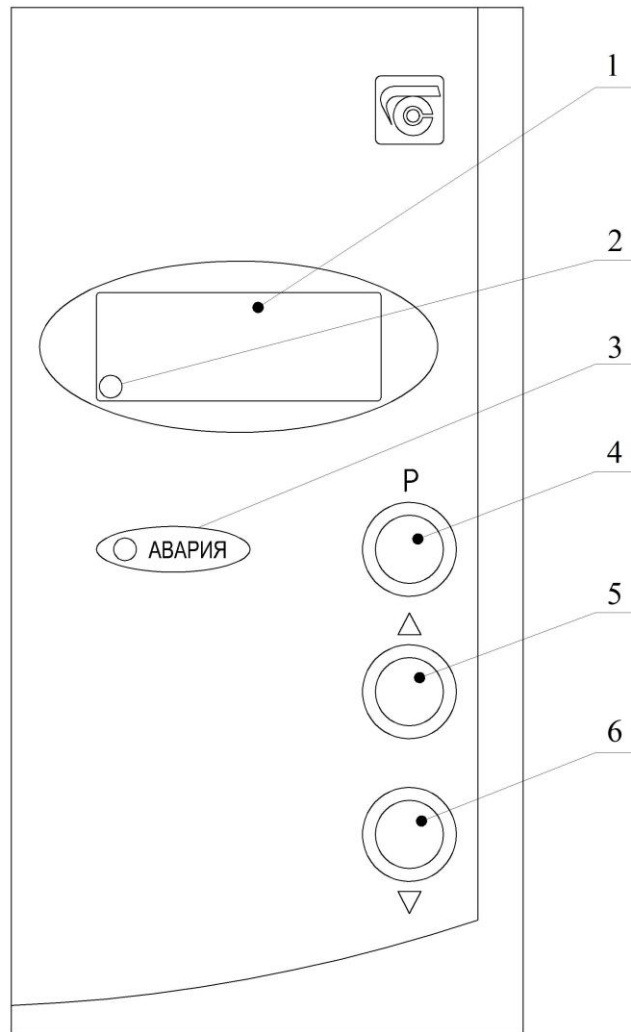

Рис.2.1-Панель управления.
5.3 Включить переключатель «СЕТЬ» (находится на панели под дверью термостата), при этом на цифровом табло панели управления, находящейся на двери термостата (рисунок 2.1), высвечивается текущая температура в камере термостата.